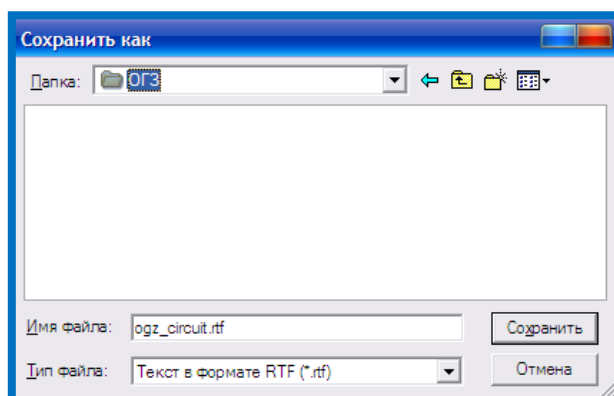

Рисунок 20 – Сохранение ведомости решения ОГЗ - цепочка
5. Сохраните ведомость в файл с расширением \*.rtf, чтобы была возможность открыть его в текстовом редакторе MS Word. Это необходимо для редактирования и лучшей компоновки отчетных бригадных материалов (Рис. 20, 21).